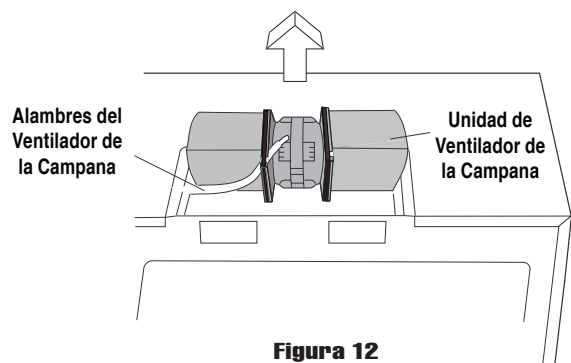

Figura 12
2. Levante la unidad de ventilador de la campana extractora y deslice los alambres afuera de la cavidad. Vea la Figura 12. **Precaución: No jale o estire los Alambres del Ventilador de la Campana.**